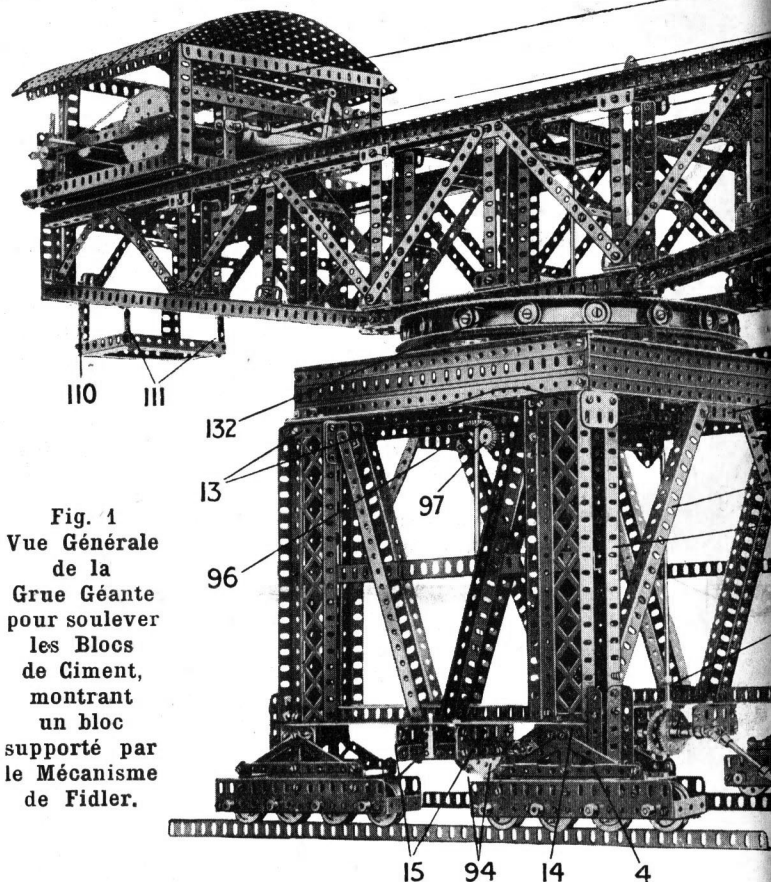

Fig. 1
Le « berceau » (110) (Fig. 1) est établi pour porter un poids servant à contrebalancer le porte-à-faux de la flèche, il est constitué par deux Cornières de 7 et de 9 trous, suspendues sur une paire de Cornières de 5 trous, boulonnées aux Cornières inférieures de 15 trous (50) (Fig. 2) et par deux Bandes de 3 trous (111), qui sont fixées à la Cornière assemblée en U (37) par l'intermédiaire d'Équerres.